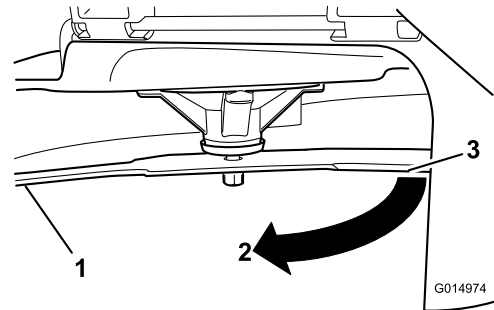

Figura 49
- Gire la misma cuchilla 180 grados de manera que el otro extremo esté en la misma posición (Figura 49).